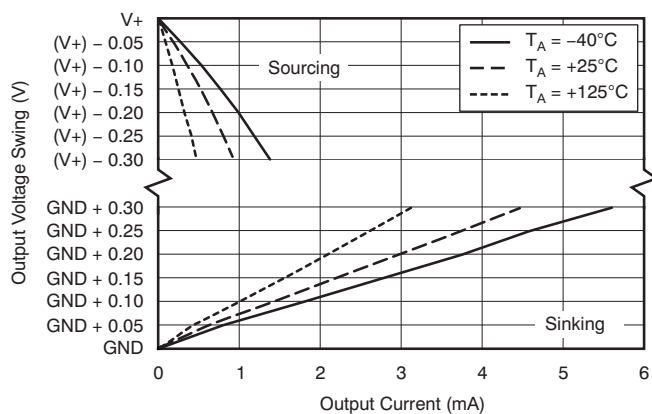

Figure 9.
(1) RTI : 以输入为基准。
(2) 由于 V_{CM} 为电源电压, CMRR 与 PSRR 一致。
(3) 请见典型特征图, 输出摆动至电源轨(Figure 9)。